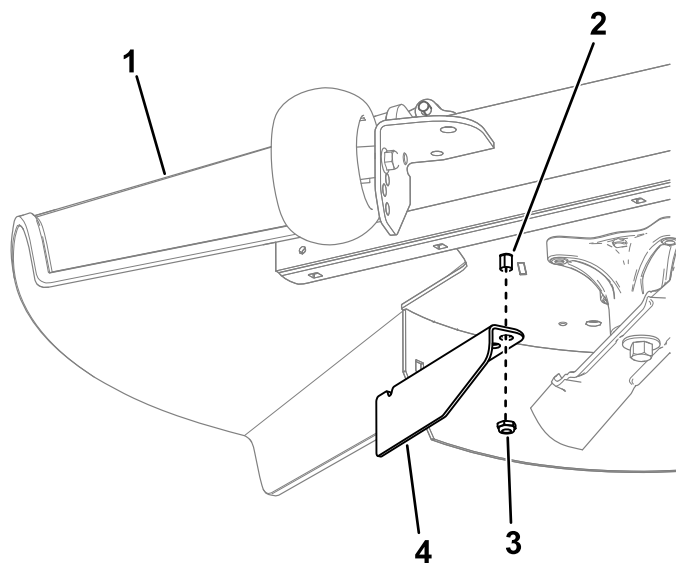

Bild 15
11. Verwenden Sie die Mutter, um das Versatzablenkblech an der Ablenkblechstange am äußeren Loch des Ablenkblechs (Bild 15) zu montieren.
10. Entfernen Sie die Mutter von der Ablenkblechstange unter dem Mähwerk (Bild 15).